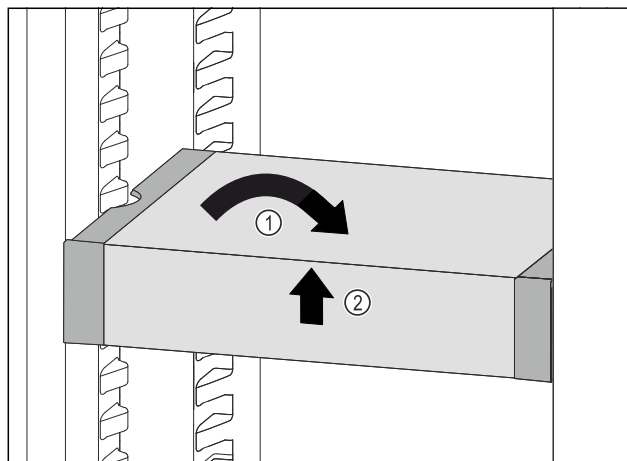

Fig. 105
- Ispravite VarioSafe. Fig. 105 (1)
- Podignite sprijeda VarioSafe. Fig. 105 (2)